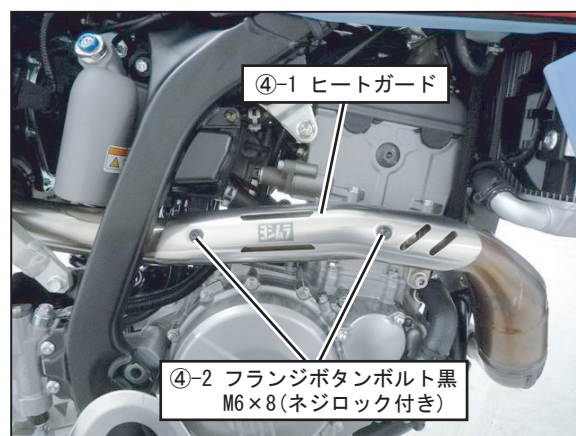

FIG. 9
9. ①テールパイプに④-1ヒートガードを④-2フランジボタンボルト黒M6×8（ネジロック付き）を使用して取り付け、規定トルクで締め付けて下さい。（FIG. 9 参照）